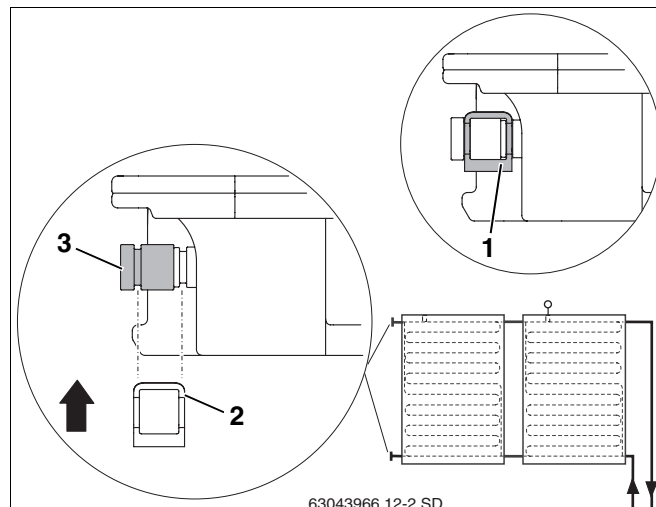

Рис. 20 Фиксация торцевой крышки зажимом
- Надеть торцевую крышку с кольцом (рис. 20, поз. 3) на штуцер коллектора.
- Установить зажим (рис. 20, поз. 2) для фиксации торцевой крышки на штуцере коллектора.
- Каждую торцевую крышку закрепите зажимом (рис. 20, поз. 1).